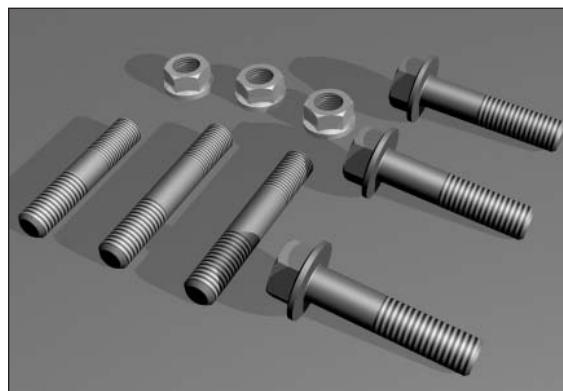

Figura 8
- Se emplean seis sujetadores (**Figura 8**) para conectar la PTO a la abertura de la transmisión.